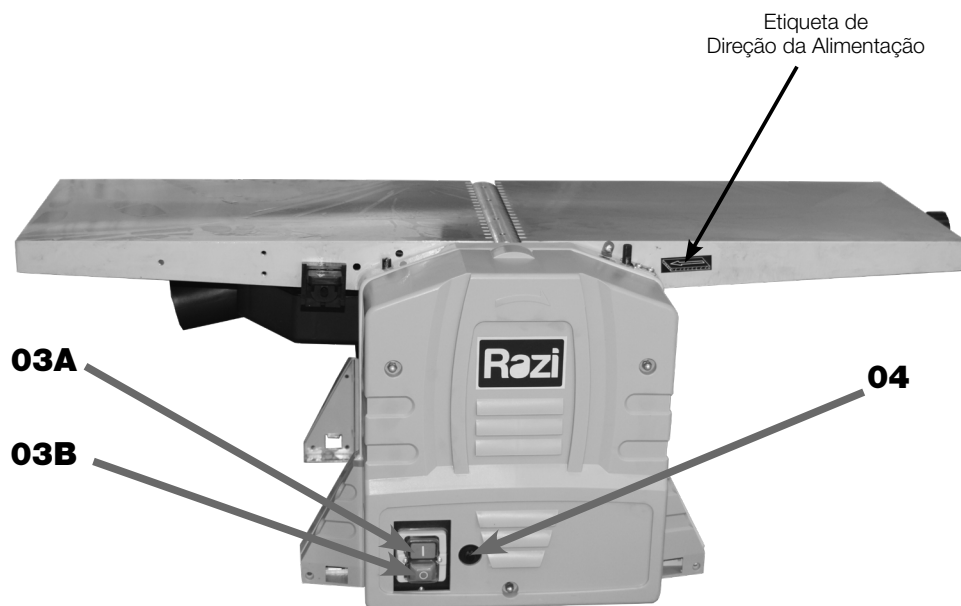

FIGURA 02 – Botões Partida/Parada e Botão de Rearme (*Reset*)
Em caso de EMERGÊNCIA, DESLIGAR rapidamente o equipamento pelo Botão de Parada (03B) (figura 02) e DESCONECTAR o Plugue (34) (figura 04B) da tomada.
Na parte externa e frontal estão instalados o Botão de Partida (03A), o Botão de Parada (03B) e o Botão de Rearme (*Reset*) (04) que é utilizado caso ocorra superaquecimento do Motor Elétrico (05) (figura 02).